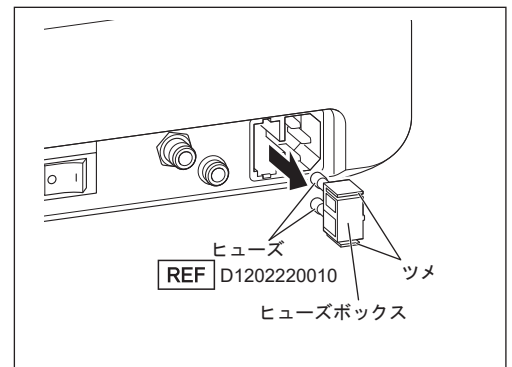

図61
- 3) コントロールユニット背面にあるヒューズボックスのツメを内側に押しながら引き抜きます（図61）。